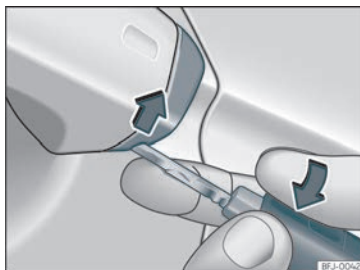

Fig. 79 Asa da porta do condutor: desprender a tapa facendo panca.
- Insira o espadín na abertura inferior da tapa da asa da porta do condutor»» fig. 79 e levante a tapa de abaixo arriba.